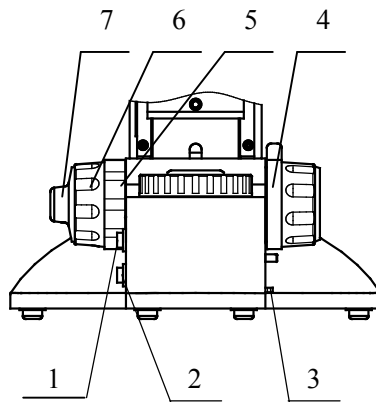

图. 3
- 2) 打开电源开关，使任一照明器处于工作状态，参照图 3。如果灯不亮，请检查亮度控制是否处于过低的位置。